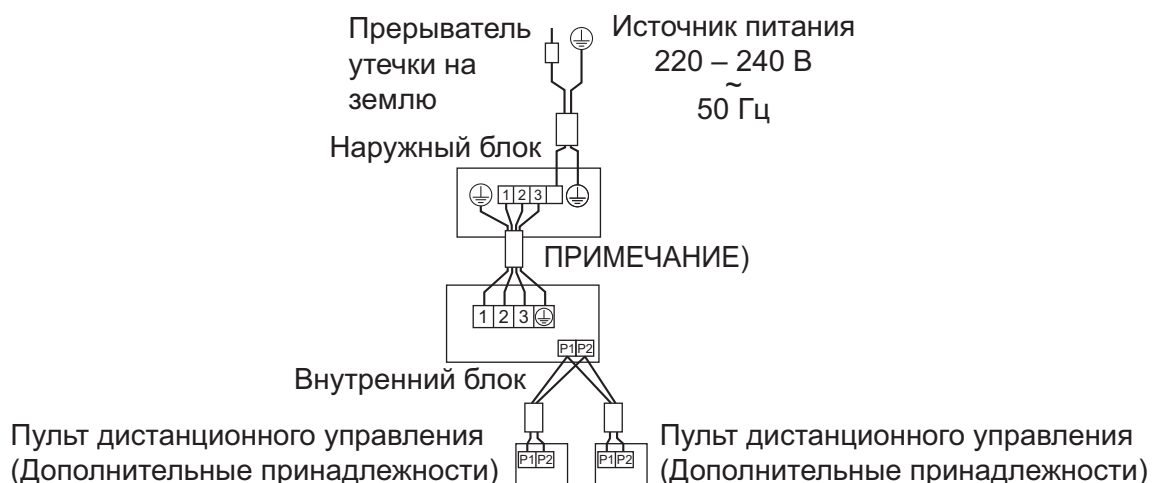

Рис. 45
- **Управление при помощи 2 пультов дистанционного управления:** Управление 1 внутренним блоком при помощи 2 пультов дистанционного управления. (См. рис. 45)